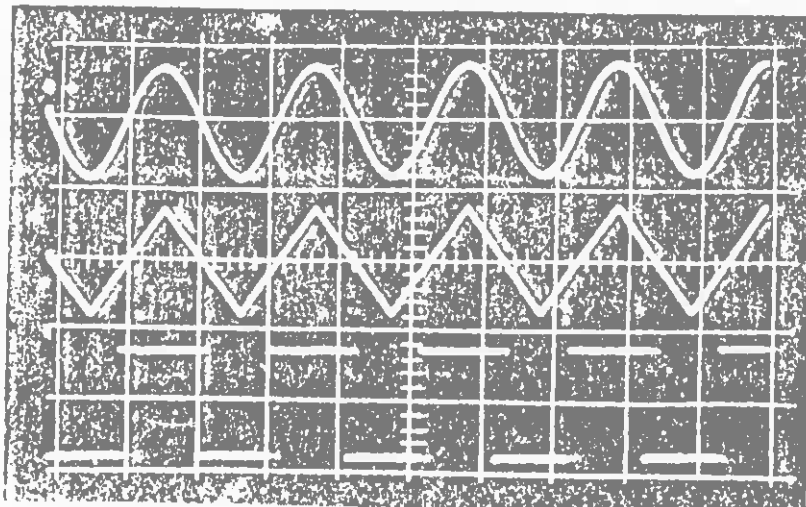

FIG. 1.
- Genera las señales: senoidal, rectangular y tirangular, fig 1.